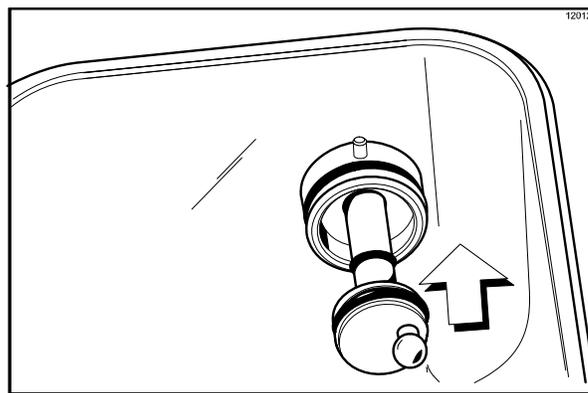

图 156
14. 将传动轴的六角轴端插入储料槽后壁上的传动轴心内。（见图 156。）